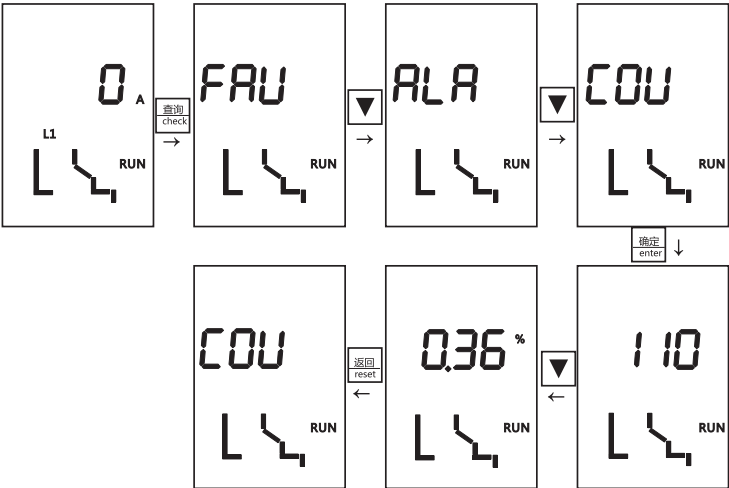

图64 断路器操作次数及寿命记录查询操作
- (1) 人工计算需调节百分比： $(2000-1978) \times 100 / 1978 \approx 1.1\%$ ；
- (2) 按如图64所示操作进入SYS菜单后，按确认进入A相电流校准；
- (3) 按确认键后（SET闪烁），进入调节百分比模式；按+/-键将百分比数据调整至1.1%（-5.0%~+5.0%范围可调，步进0.1%）；
- (4) 按确认键后（SET由闪烁变为常亮），返回主界面可观察到电流自动校准至2000A；